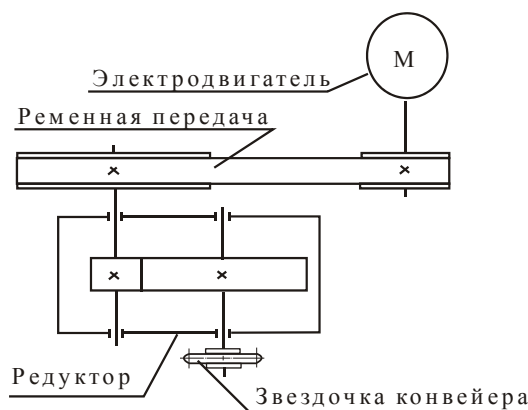

Рис.1
**Задание 1.** Спроектировать привод к конвейеру по схеме (рис.1). Мощность на ведомом валу редуктора  $P_3$  и угловая скорость вращения этого вала  $\omega_3$  приведены.